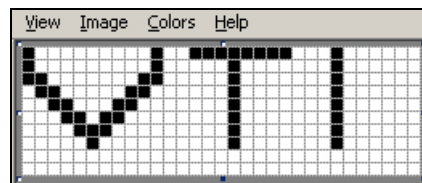

Figura 5-46: Logotipo criado no Paint Brush da Microsoft
- 6 Crie o logotipo desejado na página (veja Figura 5-46).